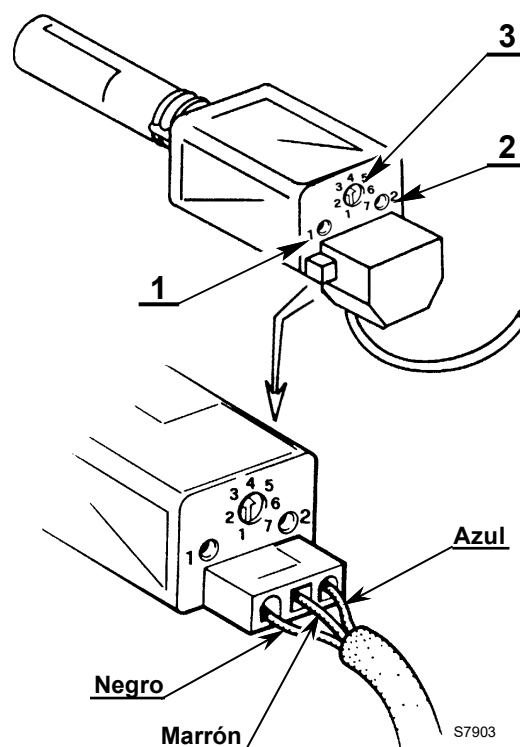

Fig. 14
- potenciómetro 3)(Fig. 14) regula la sensibilidad.
- Led 1)(Fig. 14) indica la sensibilidad.
- Led 2)(Fig. 14) indica el funcionamiento.
- Girar el índice del potenciómetro 3)(Fig. 14) en sentido antihorario hasta que el led 1)(Fig. 14) parpadee, definiendo así el valor mínimo de la muesca.
- Girar el índice del potenciómetro 3)(Fig. 14) en sentido horario hasta determinar una luminosidad estable del led 1)(Fig. 14). Considerar la calibración definitiva como el valor mínimo detectado aumentando de 1 ó 2 muescas.